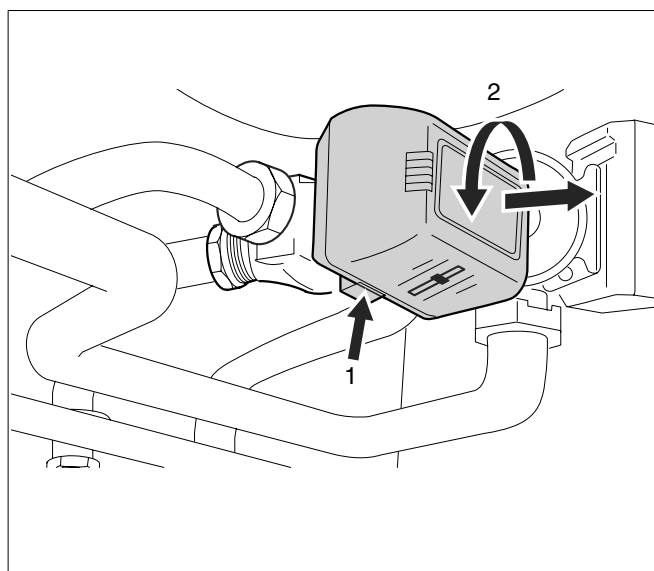

Fig. 76 Înlocuirea ventilului cu trei căi
- Apăsăți opritorul motorului de acționare (vezi Fig. 76, Poz. 1) și desfaceți încuietoarea tip baionetă prin rotire spre stânga (vezi Fig. 76, Poz. 2).